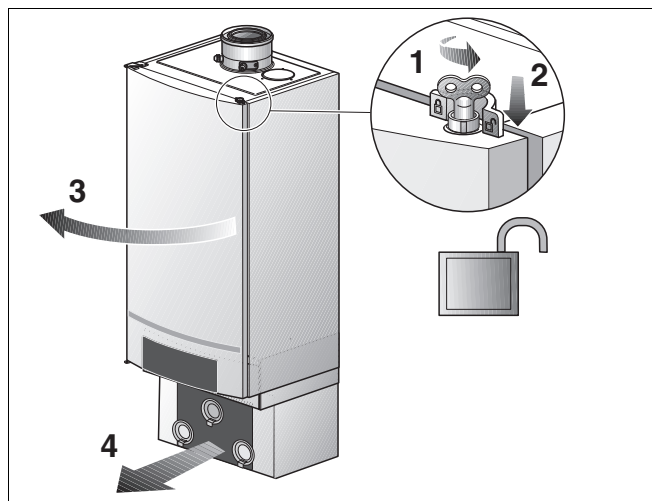

Рис. 97 Открытие двери котла
- Открыть замок котла ключом для удаления воздуха, повернув его на четверть оборота (рис. 97, лупа).
- Нажать запорное устройство вниз (рис. 97) и открыть дверь котла.